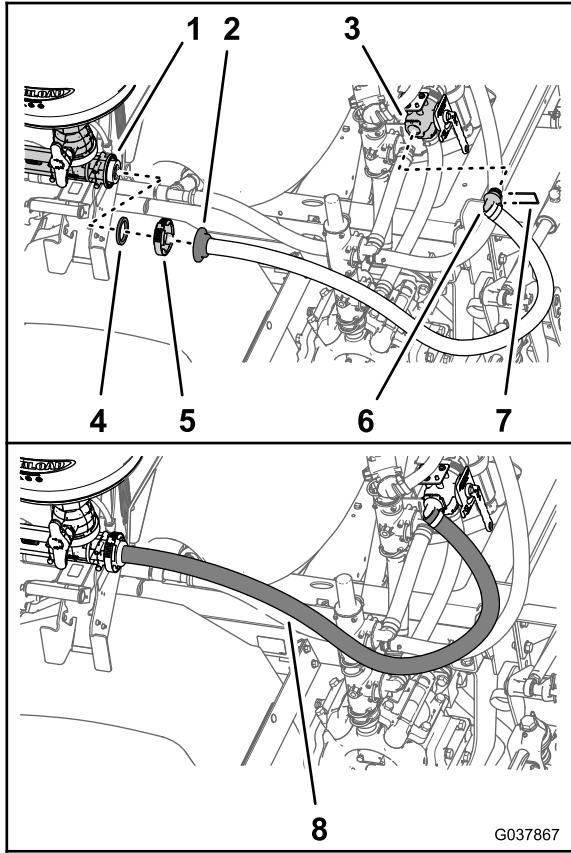

Figura 72
1. Monte a união de 90° do tubo de fornecimento do misturador (2,5 x 156,5 cm) na porta esquerda da válvula de corte do misturador (Figura 72).
2. Monte a união de 90° no tubo de fornecimento do misturador com o retentor que foi fornecido com a válvula de corte (Figura 72).
3. Alinhe a flange da união estriada reta do tubo de fornecimento do misturador e a junta que retirou em Retire o tubo de fornecimento do misturador (página 20) com a flange de entrada do misturador (Figura 72).
4. Prenda a união estriada reta e a junta ao misturador (Figura 72) com a braçadeira flangeada que guardou no passo Retire o tubo de fornecimento do misturador (página 20).